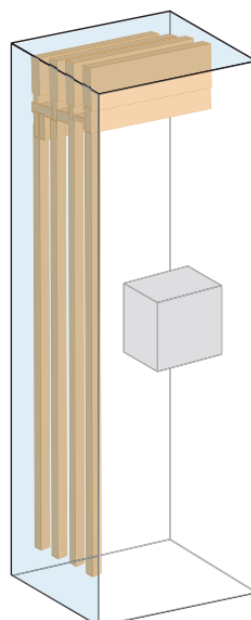

Рисунок 16 – Расположение вертикальных шин
- на ток  $\leq 3200$  А в отгороженном отсеке 200 мм или 400 мм слева или справа от шкафа 700 мм, для шкафов Свр (рисунок 16).